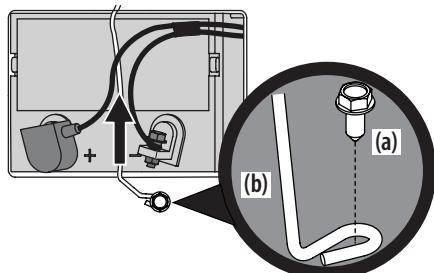

Figura 14
- Extraiga el tornillo de cabeza hexagonal con arandela (a) que sujeta la barra de sujeción de la batería al marco (b). Luego levante la barra de sujeción (b) de la batería para liberar la batería. Consulte la Figura 14.